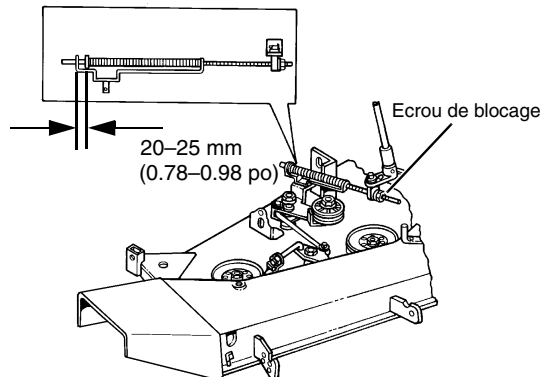

FIGURE 24
- Mesurer la distance entre le support et la rondelle sur la tige de tension (voir FIGURE 24).
IMPORTANT: Ne pas tenter de desserrer l'écrou de blocage (voir FIGURE 24) sur la tige de tension sans utiliser une clé adéquate pour soutenir le dispositif d'ajustement.